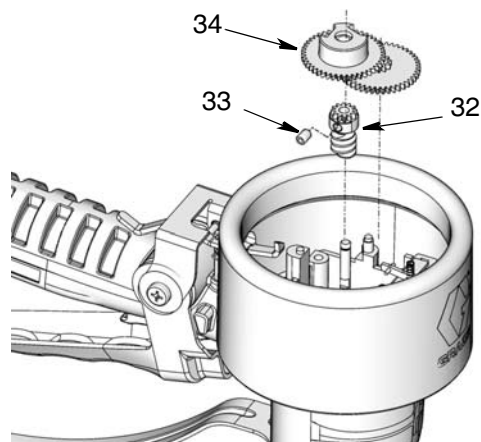

FIG. 29
5. Utilizzare una chiave esagonale da 2 mm per rimuovere la vite di regolazione (33). Rimuovere gli ingranaggi (32, 34) (FIG. 29).